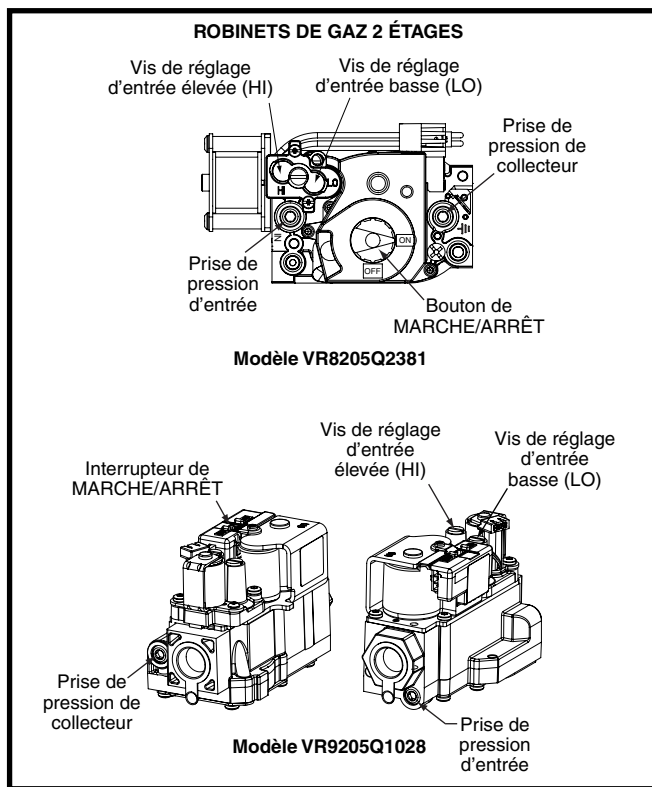

Figure 25. Vis de réglage d'entrée HI et LO (élevé et faible)
- c. Au moyen d'une clé hexagonale, tourner la vis de réglage d'entrée « LO » (faible) du côté « LO » du régulateur pour ajuster le réglage de débit réduit ou tourner la vis de réglage d'entrée « HI » (élevé) du côté « HI » du régulateur pour définir le réglage de plein débit. Consulter la Figure 25 \(page 25\). **REMARQUE** : Tourner la vis de réglage dans le sens horaire augmente la pression et dans le sens antihoraire réduit la pression.